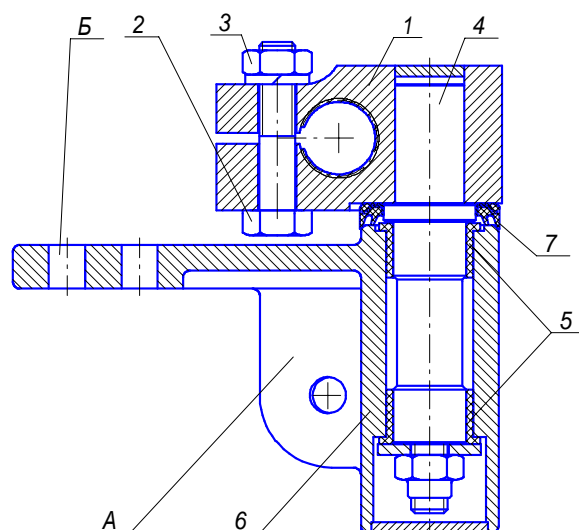
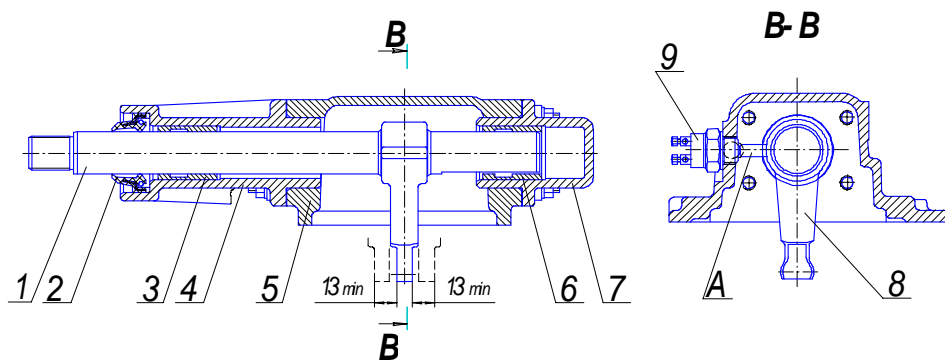

Рис. 4. Транслятор
Рис.5. Опора рычага переключения передач.
**1.4. Транслятор** (рис. 4) установлен на валу опоры рычага переключения передач и предназначен для преобразования возвратно-поступательного движения каната троса во вращение и перемещение вала переключателя передач.
**1.5. Опора рычага переключения передач (рис.5)** состоит из алюминиевого корпуса 5, удлинителя 4, крышки 7, вала 1 с рычагом 8. Вал может вращаться и перемещаться в осевом направлении в подшипниках скольжения 3 и 6. Со стороны привода вал уплотнен манжетой 2. Рычаг 8 закреплен на вале 1 и при осевом перемещении вала своей концевой частью входит в паз головки одного из трех штоков КПП. При повороте вала 1 шток перемещается и закрепленной на нем вилкой передвигает каретку синхронизатора, включая соответствующую передачу.
**3.3 НЕОБХОДИМО ОБРАТИТЬ ВНИМАНИЕ** на затяжку болтового соединения 2 и 3 (рис. 4), фиксирующего шлицевой корпус транслятора на валу опоры КПП.
Допускается применение самоконтрящейся гайки в болтовом соединении 2 и 3 (рис. 4).
**3.6 При проведении ТО необходимо** обратить внимание на целостность уплотнительных манжет транслятора (рис.4, поз.7) и опоры рычага переключения передач (рис.5, поз.2).